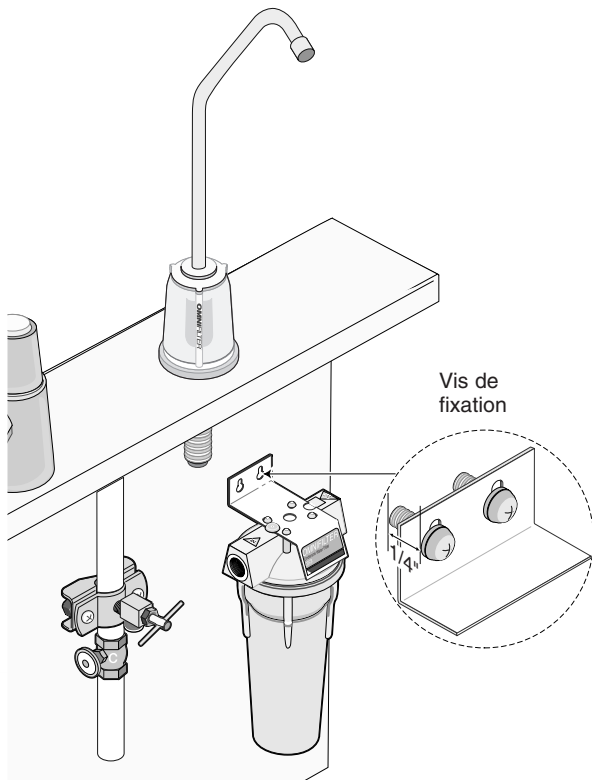

Figure 8
- Poser le filtre sur les vis de fixation installées lors de l'opération 2., puis bien serrer ces vis. Se reporter à la Figure 8.